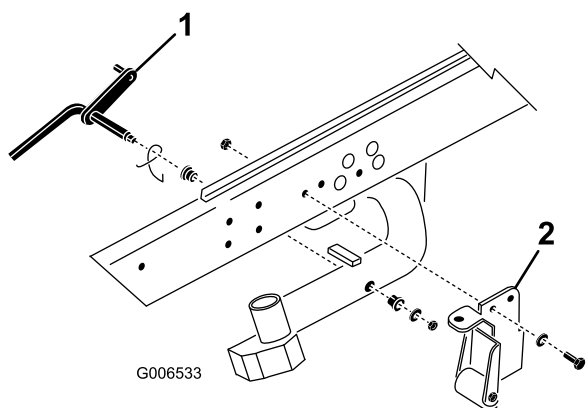

Figura 3
1. Retire a porca de bloqueio e a anilha que fixam a haste de articulação ao braço de elevação nº 2 (Figura 3). Retire a haste de articulação e a mola do braço de elevação. Repita o procedimento para os braços de elevação nº 1 e nº 3.
Nota: O apoio da inclinação com cilindro e os suportes de apoio da inclinação não são necessários quando se trabalha com unidades de corte DPA (Figura 3). Podem ser retirados, se se quiser.